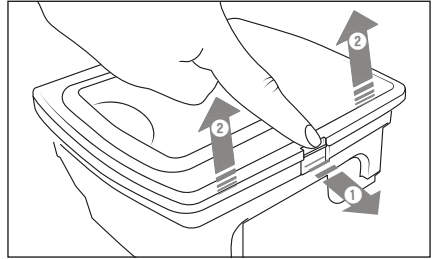

Abb. 7
- 2) Öffnen Sie die Verriegelung am Deckel des Staubbehälters **12** und klappen Sie ihn auf (siehe Abb. 7).